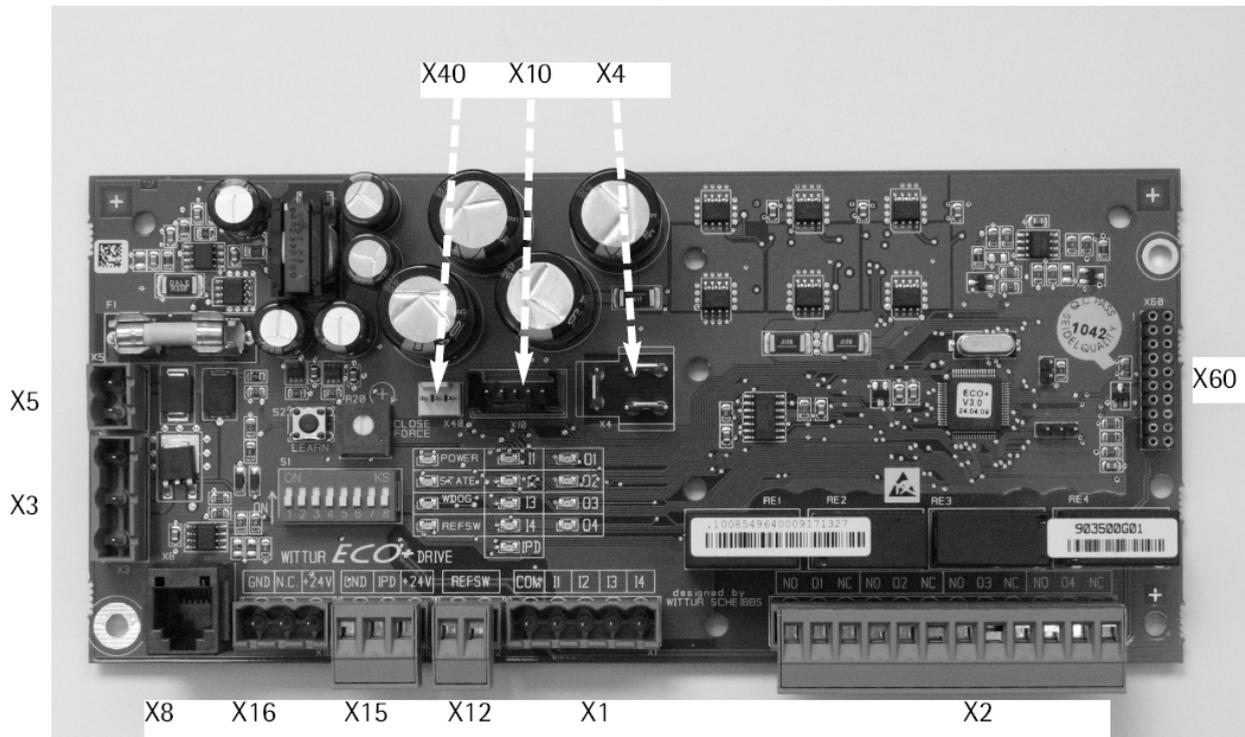

Рисунок 1.
1.1 Плата управления представлена на рис. 1.